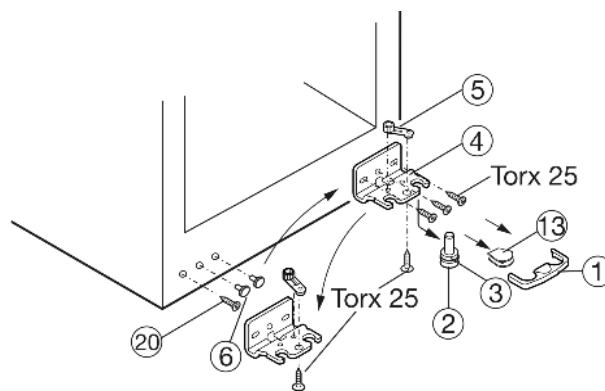

Fig. 4
- ▶ Предохранитель Fig. 4 (1) снимите движением вперед.
- ▶ Снимите крышку Fig. 4 (13).*
- ▶ Вытяните опорный палец Fig. 4 (2) вниз и вперед. При этом следите за гнездом шарнира Fig. 4 (3).
- ▶ Открутите опорный кронштейн Fig. 4 (4).
- ▶ Открутите опорную деталь Fig. 4 (5) и, переставив в отверстие на противоположной стороне опорного кронштейна, снова прикрутите.
- ▶ Снимите и снова установите пробку Fig. 4 (6) на противоположную сторону со стороны ручки.
- ▶ Выкрутите болт Fig. 4 (20) и вкрутите на противоположной стороне.
- ▶ Снова прикрутите опорный кронштейн Fig. 4 (4) на новой стороне шарнира (с моментом 4 Нм). При необходимости используйте аккумуляторный шурупверт.
- ▶ Снова слегка наклоните устройство назад и снова установите опорный палец Fig. 4 (2) с гнездом шарнира Fig. 4 (3). Забури́на на опорном пальце должна быть расположена спереди.
- ▶ Установите крышку Fig. 4 (13) на противоположной стороне.*
- ▶ Предохранитель (1) нужно зафиксировать сбоку на кронштейне, чтобы опорный палец и двери были защищены от выпадения.
- ▶ Снова защелкните предохранитель (1) на опорном кронштейне.
- ▶ При необходимости выровняйте дверцы через два продольных паза в опорном кронштейне Fig. 4 (4) параллельно корпусу устройства. Для этого выкрутите средний винт.